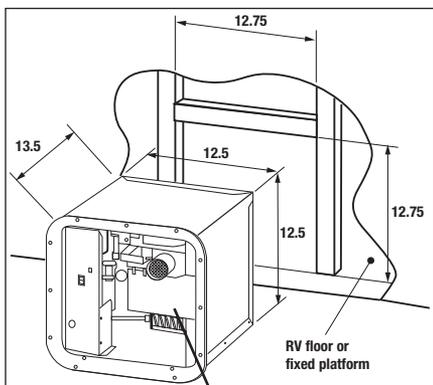

Figure 1
- NE PAS soulever ni transporter le chauffe-eau par le support-tuyau d'échappement de la soufflerie (Figure 1).
S'assurer que le rebord avant de l'ouverture est entouré d'un cadre solide pour bien fixer le chauffe-eau; au besoin, construire un cadre approprié à l'aide de planches de 2 po x 2 po (5 cm x 5 cm) (Figure 1).
- Le fait de soulever ou de déplacer le chauffe-eau à l'aide du support-tuyau d'échappement de la soufflerie (Figure 1) peut causer le désalignement de l'évent ou de l'interrupteur à ailette.